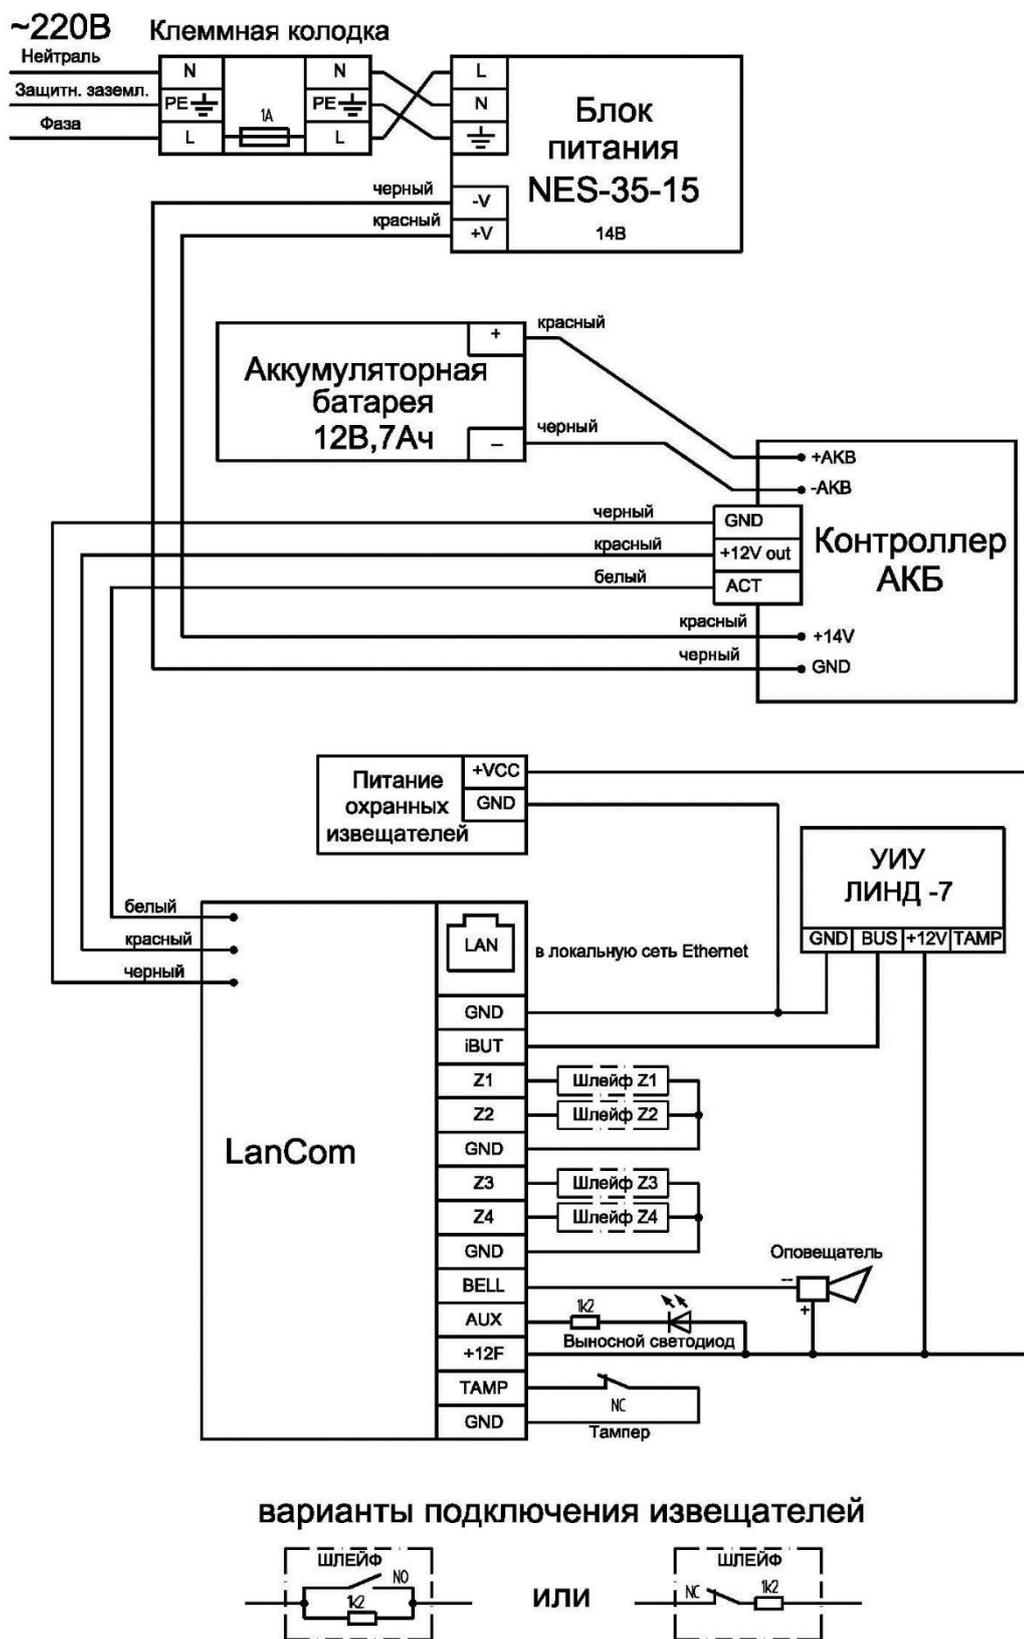

Рисунок 6. Схема подключения устройства без ППК (самостоятельная).
- в качестве самостоятельного охранного устройства – согласно рис. 6